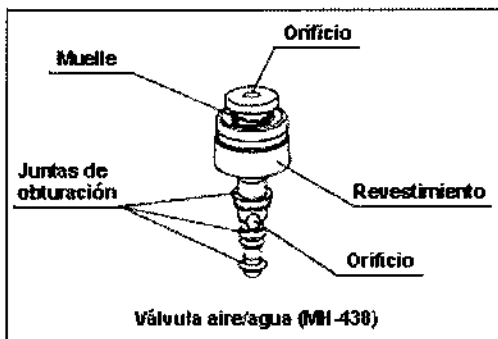

Figura 3.6
Asegúrese de que el orificio superior de la válvula de aire/agua no esté obturado (véase la figura 3.6). Si el orificio está obturado se produce una inyección continua de aire lo que podría causar dolor, hemorragia y/o perforación al paciente.
3. Compruebe que las juntas de obturación de la válvula de aire/agua no estén arañadas o dañadas (véase la figura 3.6).